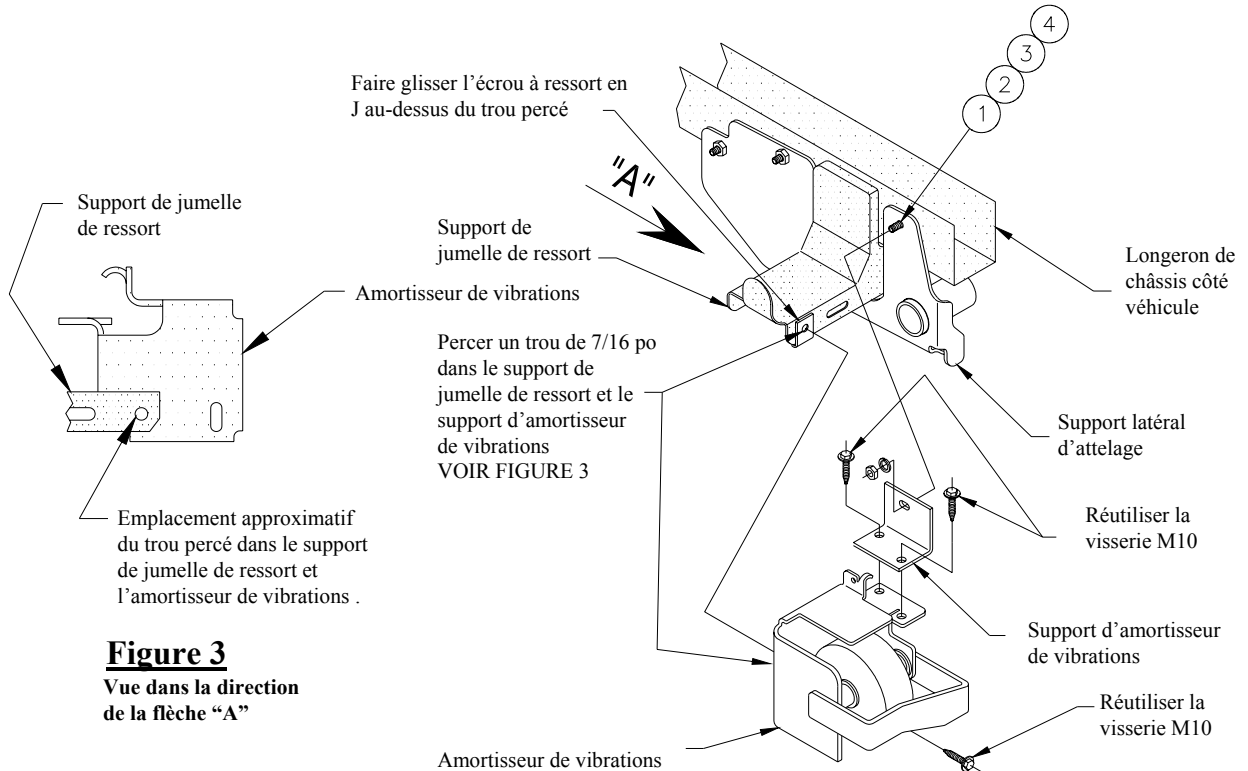

Figure 3
4. Perçer un trou de 7/16 po dans le support de jumelle de ressort et la face connexe du support d'amortisseur, comme indiqué à la figure 3. Installer la visserie M10 existante, comme indiqué à la figure 2.